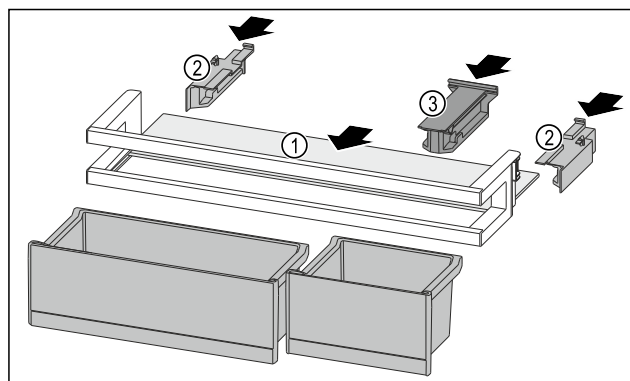

Fig. 149
- Futni raftin mbajtës Fig. 149 (1) në fole të anësore.
- Vendosni pjesët anësore Fig. 149 (2).
- Vendosni pjesën mbajtëse Fig. 149 (3).